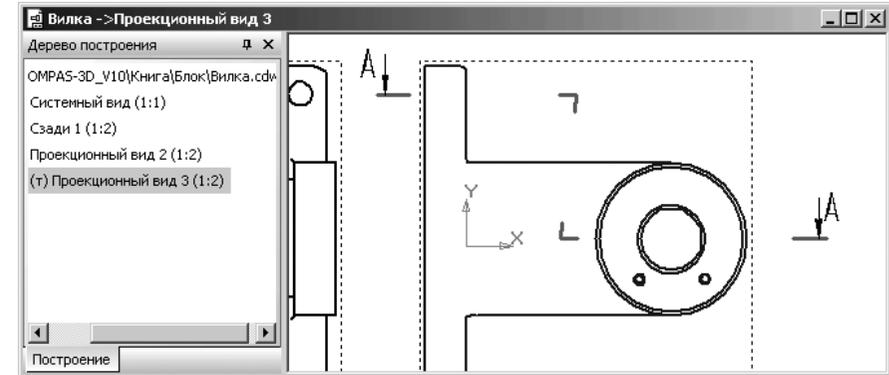

Рис. 3.113. Результаты построения линии разреза на **Проекционном виде 3**
- щелкните на **Панели специального управления** по кнопке  – **Создать объект** или нажмите комбинацию клавиш **Ctrl+Enter**. Получим искомую линию разреза. Это состояние системы показано на рис. 3.113.